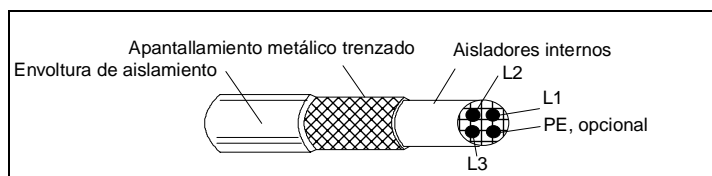

Figura 21 Apantallamiento del cable a motor efectivo (p. ej., Ölflex-Servo-FD 780 CP, Lappkabel o cables MCCMK y NK).
La regla general para la eficacia del apantallamiento del cable es: cuanto mejor sea el apantallamiento del cable y más apretado esté, menor será el nivel de emisión de radiación. En la Figura 21 se muestra un ejemplo de una construcción efectiva.
* Según la Figura 21, se requiere un apantallamiento del cable a motor eficaz.
Para el ACS 141-4K1-1 y el ACS 143-4K1-1 se precisa un cable como el de la Figura 21.
Con los filtros de entrada ACS100-FLT-C o ACS140-FLT-C las emisiones conducidas cumplen con los límites de la clase de distribución no restringida del Primer Entorno (First Environment) tal como se especifica en la norma EN 61800-3 (EN 50081-1), siempre que el cable a motor disponga de un apantallamiento efectivo (véase la Figura 21) y su longitud máxima sea de 30 m.
Las longitudes del cable a motor deben limitarse según se especifica en la Tabla 10 y el cable debe disponer de un apantallamiento eficaz, según se especifica en la Figura 21. En el extremo del motor, el apantallamiento del cable a motor deberá estar conectado a tierra 360 grados con un casquillo para paso de cable EMC (p. ej. los casquillos para paso de cable apantallado Zemrex SCG).